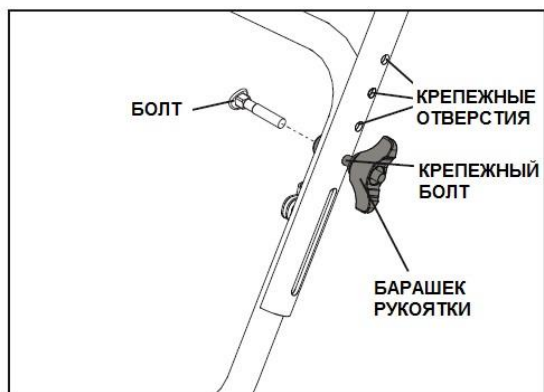

РИС. 2
3. Отрегулируйте рукоятку по высоте в требуемое положение с помощью соответствующих крепежных отверстий (рис.2).